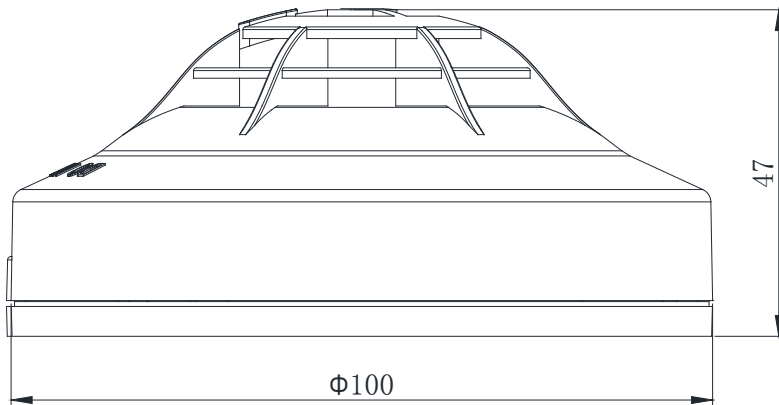
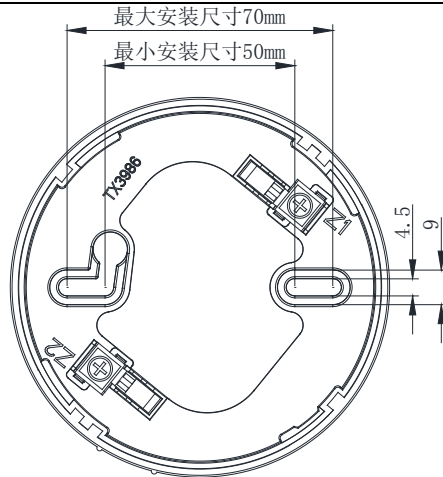

图 1 JTW-ZDM-TX3110B 外形尺寸
图 2 TX3986 底座
- 1、探测器的外形尺寸及安装尺寸示意图如图 1、图 2 所示（单位：mm）